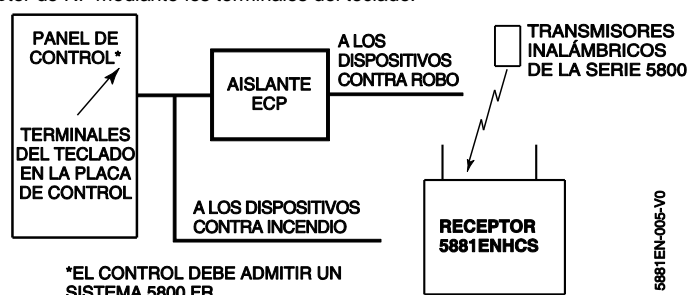

Figura 1. Descripción del sistema del receptor 5881EN
2. **Si el receptor se va a montar dentro del gabinete del control** (consulte la Figura 1):